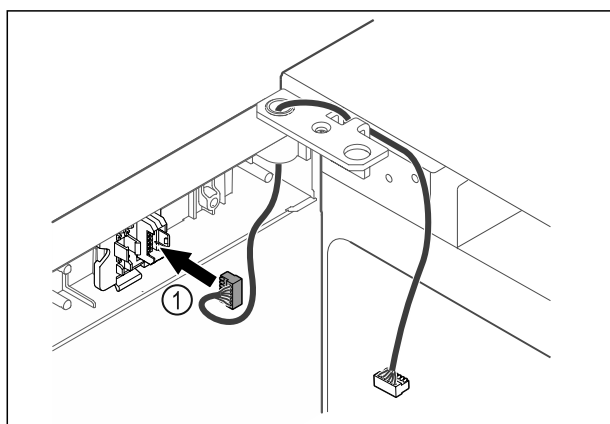

Fig. 59
- Utakните utikač Fig. 59 (1) u držač utikača.